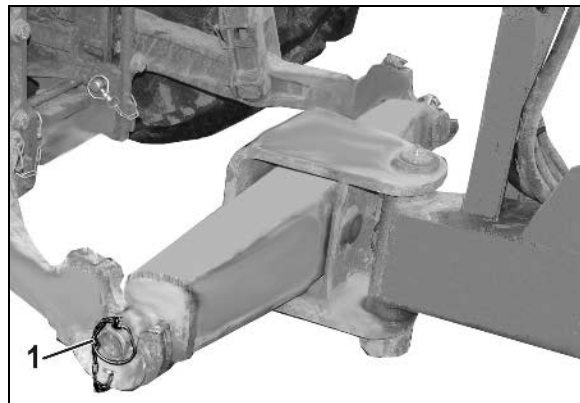

Bild 44
2. Säkra lyftarmsbultarna med låssprint (Bild 44/1) så att de inte lossnar av misstag.